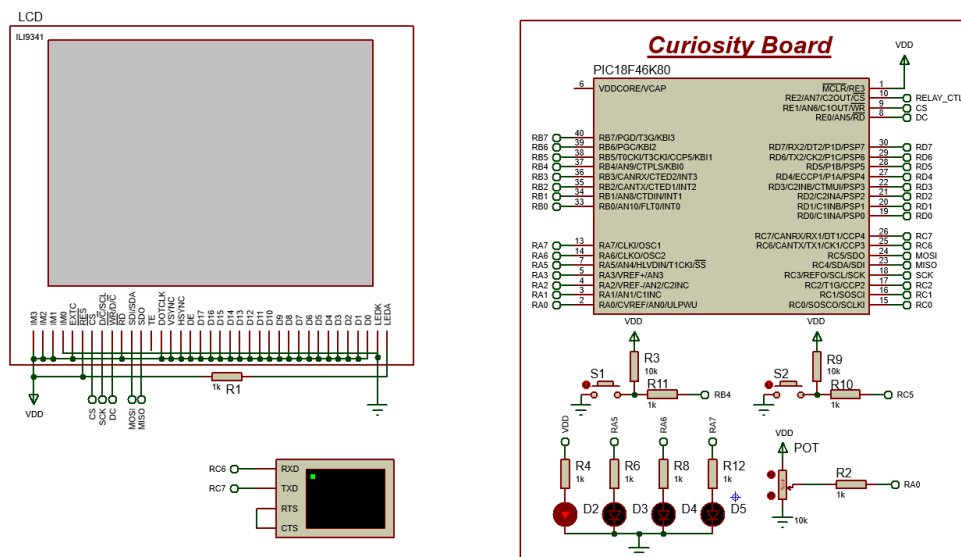

Figura 2 – Circuito com o terminal virtual.
2. Complete o circuito em estudo com um terminal virtual ligado aos portos RX e TX to microcontrolador. O controlo de fluxo não será utilizado, pelo que os terminais CTS e RTS deverão ser ligados entre si, tal como mostra a Figura 2.